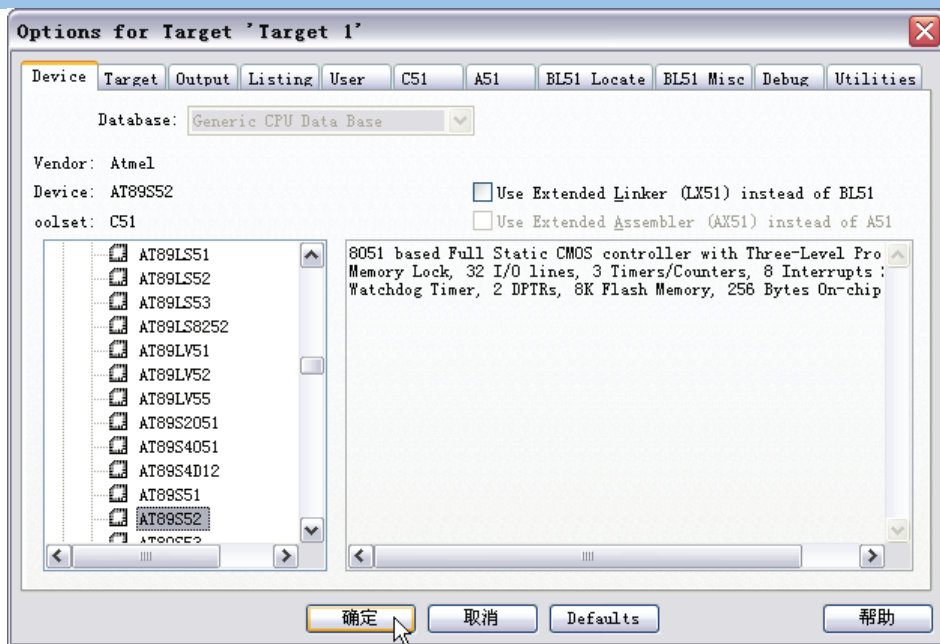

图 3.2
3. 紧接着 Keil C51 提示您选择 CPU 器件。我们选择 ATMEL 公司的 AT89S52。参见图 3.2。